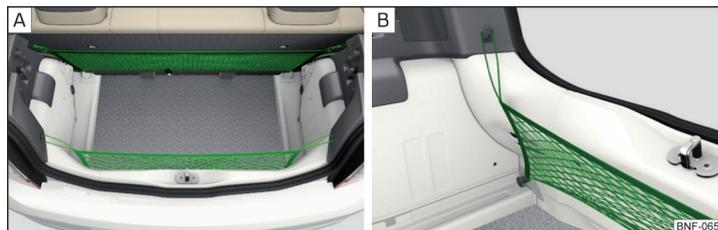
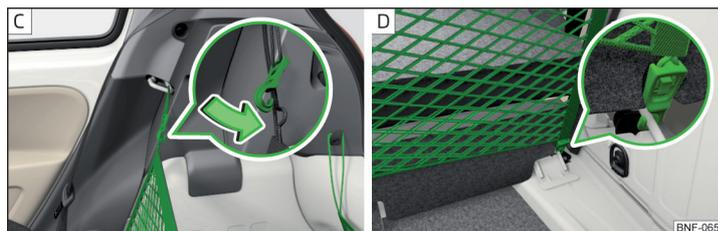

Fig. 79 Ejemplo de fijación para redes / Detalle de la sujeción en la zona trasera del maletero
Fig. 80 Detalle de la sujeción detrás de los asientos posteriores
**Ejemplo de fijación para las redes » fig. 79 y » fig. 80**